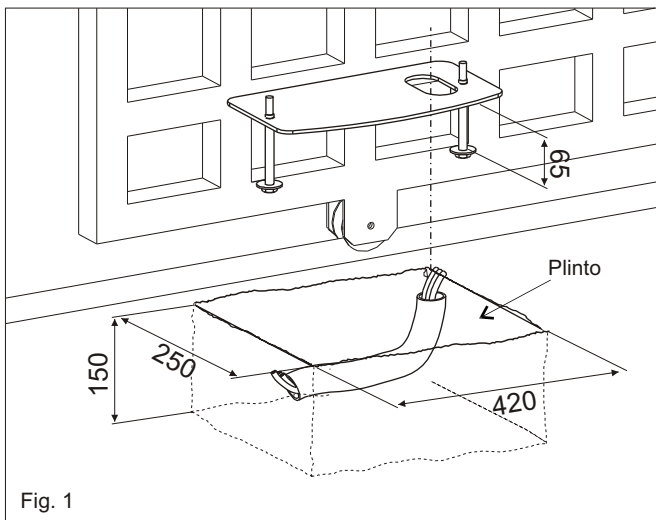

Fig. 1
1. Predisporre in base alle misure riportate in Fig. 1 una piazzola di cemento all'interno della quale verrà murata la piastra di fondazione e i bulloni di ancoraggio.
NB: E' opportuno, quando la struttura del cancello lo permette, sollevare la piastra dal piano pavimento di almeno 50 mm per evitare eventuali ristagni di acqua (Fig. 1).